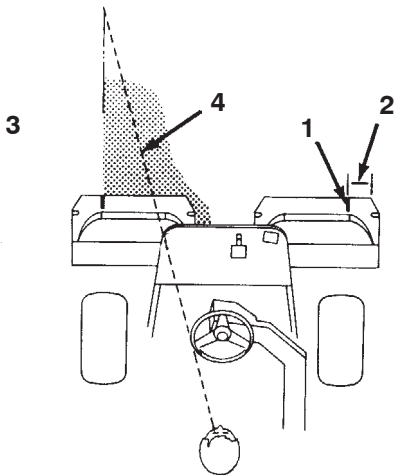

Bild 40
3. Wenn Sie zurückfahren, sollte der neue Mähgang den ersten ein klein wenig überlappen. Damit Sie in einer möglichst geraden Linie über die Grünfläche fahren können und einen gleichmäßigen Abstand zum zuvor gemähten Rasenstück einhalten können, sollten Sie sich eine imaginäre Sichtlinie ungefähr 1,8–3 m vor der Maschine bis zum Rand des noch ungemähten Teils der Grünfläche vorstellen (Bild 40). Manche Leute finden es auch hilfreich, die äußere Kante des Lenkrads in die Sichtlinie mit einzubeziehen, d.h. sie halten das Lenkrad in einer Linie mit einem Punkt, der immer im gleichen Abstand von der Vorderseite der Maschine bleibt.